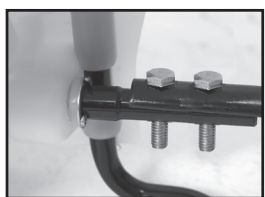

Figure 5
La poignée de pompe s'installe à l'une ou l'autre extrémité de l'arbre de la pompe (A). Pour installer la poignée de pompe, placez la poignée (C) sur l'arbre (A) en alignant le trou de la poignée de pompe et le trou de l'arbre. Glissez le boulon (B) à travers des trous vis-à-vis, comme montré aux figure 3. Serrez l'écrou (D) au boulon. Il y a des trous dans la poignée de la pompe pour permettre un montage de gaucher (fig. 2- 4) ou droitier (fig. 5).